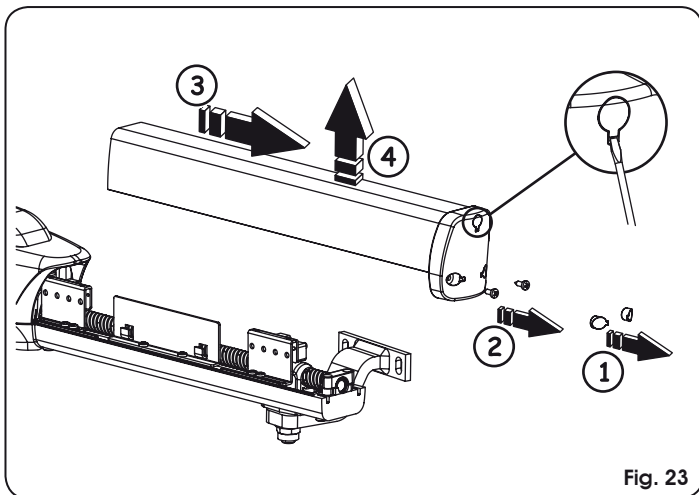

Fig. 23
- Quite los dos tapones que cubren los tornillos de fijación inferiores, Fig. 23 ref. ①. Para facilitar esta operación se ha previsto una pequeña abertura que permite introducir un destornillador.
- Destornille los dos tornillos inferiores del tapón frontal y quite el cárter, Fig. 23